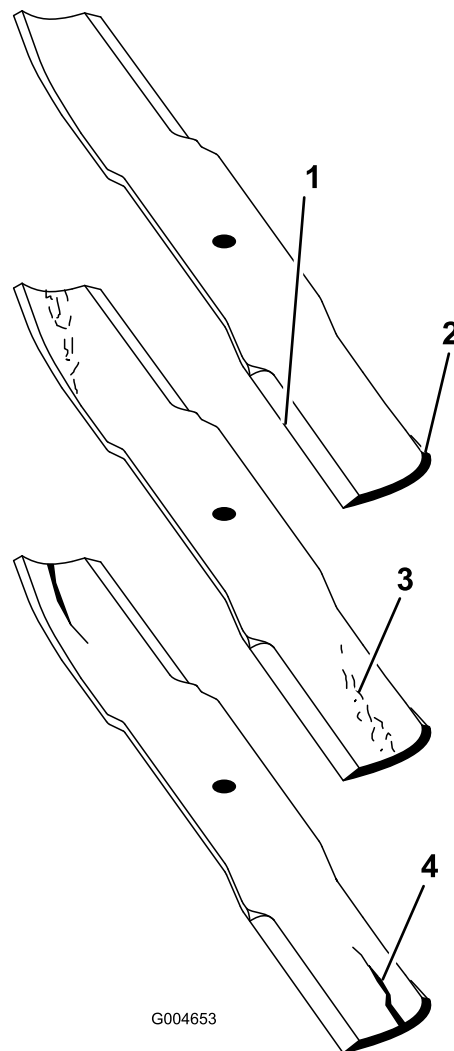

Figura 71
1. Inspeccione los filos de corte (Figura 71). Si los bordes no están afilados o tienen muescas, retire las cuchillas y afilelas. Consulte Afilado de las cuchillas.
2. Inspeccione las cuchillas, especialmente la parte curva (Figura 71). Si observa daños, desgaste o la formación de una ranura en esta zona (Figura 71), instale inmediatamente una cuchilla nueva.